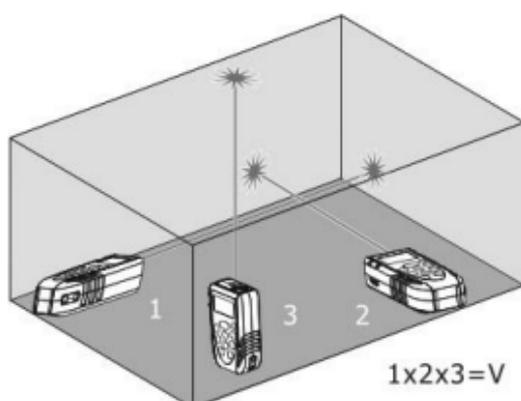

Fig. 6 : Exemple de mesure de Volume
3. Appuyer sur la touche  pour exécuter la première mesure (longueur) de la surface (voir Fig. 6). La valeur correspondante est insérée dans le premier écran partiel. Le symbole «  » s'affiche avec côté « 1 » clignotant.
4. Appuyer à nouveau sur la touche  pour exécuter la deuxième mesure (largeur) de la surface (voir Fig. 6). La valeur correspondante est insérée dans le deuxième écran partiel. La valeur de l'aire correspondante apparaît à l'écran résultant. Le symbole «  » s'affiche avec côté « 2 » clignotant.
- Appuyer à nouveau sur la touche  pour exécuter la troisième mesure (hauteur) (voir Fig. 6). La valeur totale du volume apparaît à l'écran résultant de l'afficheur principal.